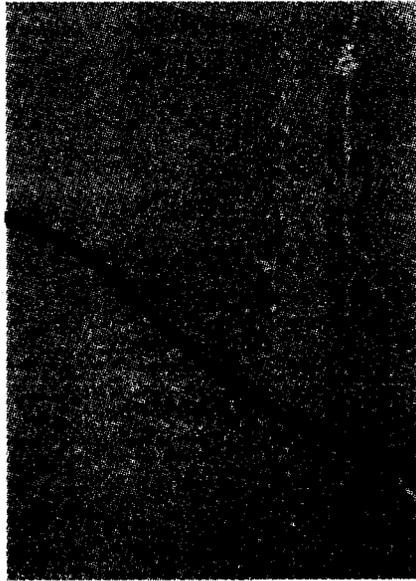

Figura 6. Rotura típica producida por enfriamiento brusco
**Roturas:** Es la descomposición de la pieza en dos o más trozos (figura 6).